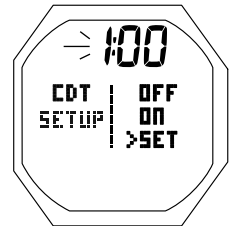

Fig. 119B - RÉGLAGE DU MINUTEUR DE COMPTE À REBOURS (min:sec)
- >> Si SET est enregistré, les chiffres des minutes se mettent à clignoter. L'indication SET reste fixe (Fig. 119B).